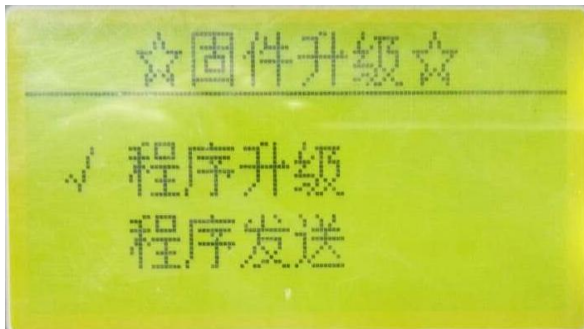

图 2.1
2. 待升级的无线分机：同时按住菜单键和电源键，当看到图 2.1 界面，再按菜单键选